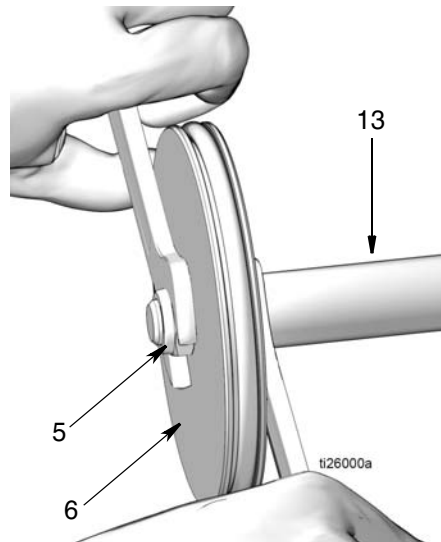

图 20
15. 活塞杆 (13) 和活塞 (6)
- a. 将活塞杆 (13) 和活塞 (6) 拉出气缸 (2) (图 20)。
- b. 使用两个扳手，在相反方向上用力，分开活塞杆 (13) 和活塞 (6)。使用一个开口扳手紧固活塞杆的平端，另一个扳手用于松开螺母 (5)，如图 20 所示。